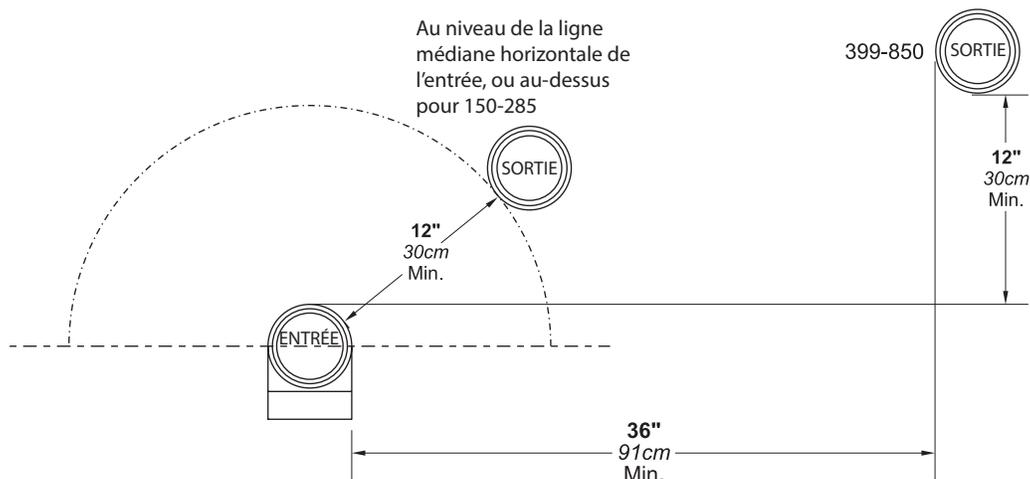

Figure 19. Distance minimale du conduit d'évacuation des gaz de combustion
5. En présence de plusieurs kits d'évacuation des gaz de combustion, maintenir une distance horizontale de 36 po/90 cm entre le groupe d'admission et le groupe d'évacuation. (Figure 19.)